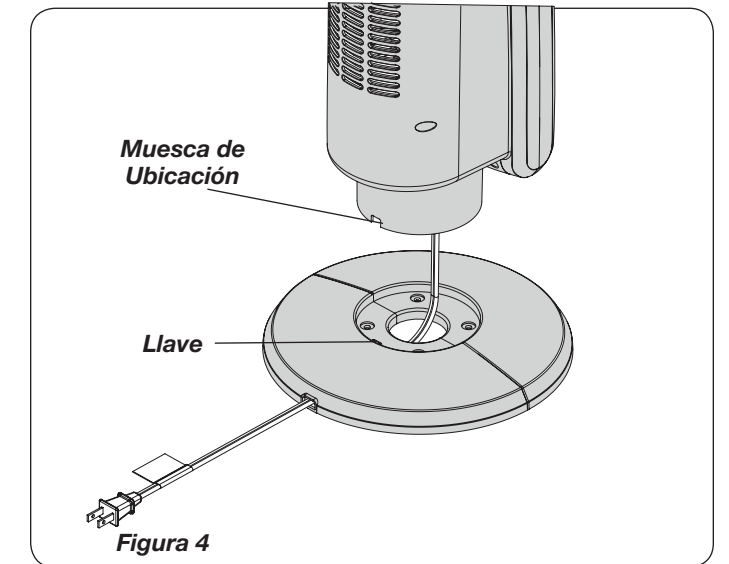
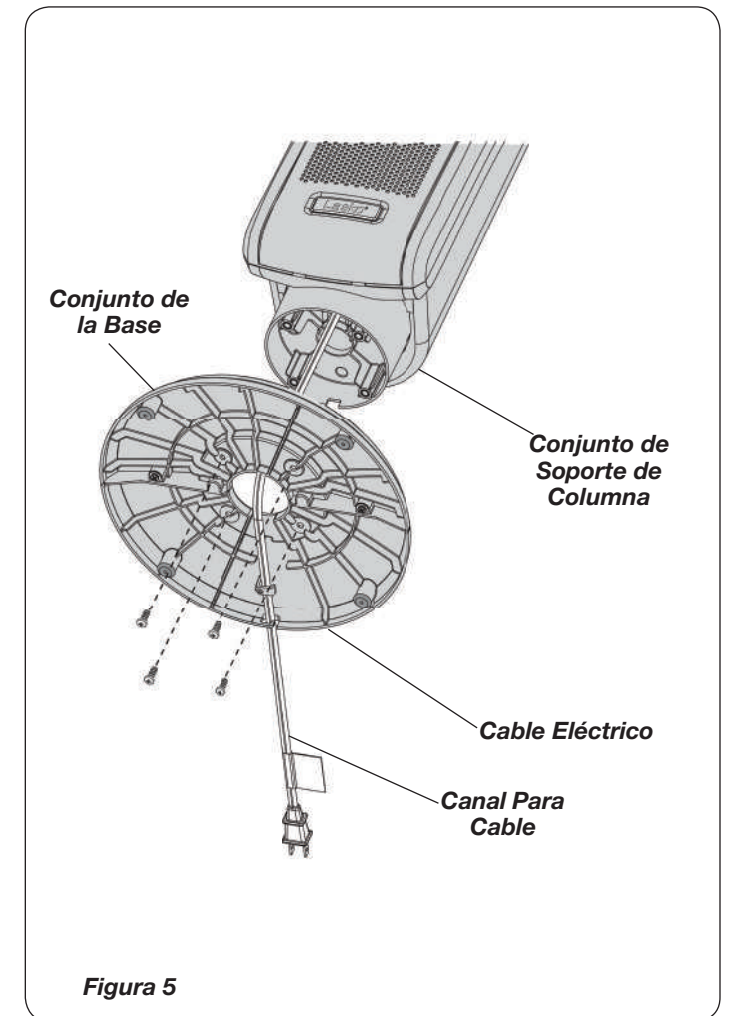

Figura 4
Figura 5
3. Alinee el **Conjunto de la Base** con el **Conjunto de Soporte de Columna**. Cerciérese de que la **Muesca de Ubicación** en el **Conjunto de Soporte de Columna** quede alineada con la **Llave** en el **Conjunto de la Base** (Figura 4). Una el **Conjunto de la Base** al **Conjunto de Soporte de Columna** con (4) tornillos M5 X 13 mm. Jale suavemente el **Cable Eléctrico** para que no quede holgado, y colóquelo en el **Canal Para Cable** del **Conjunto de la Base**. (Figura 5)